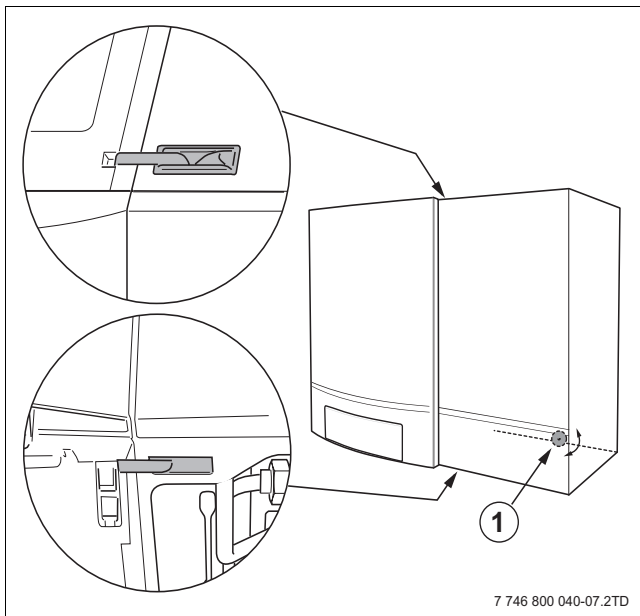

Fig. 16 Chiudere le chiusure a scatto (parte superiore/ inferiore)
- ▶ Posizionare le chiusure a scatto negli spazi liberi della caldaia a gas a condensazione (→ Ingrandimenti, fig. 16).